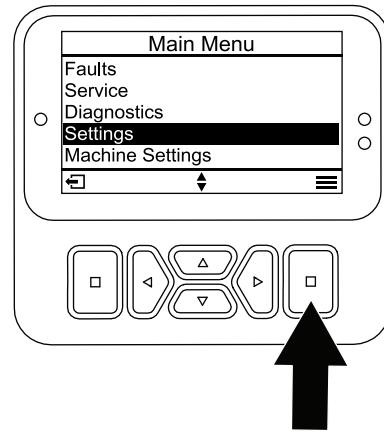

Figure 33
- Depuis le MENU PRINCIPAL, naviguez jusqu'au menu RÉGLAGES et appuyez sur le bouton de sélection (Figure 33).